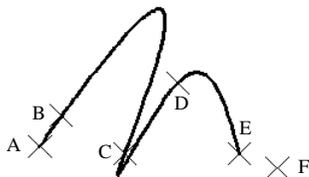

图 4.3.6 指定起点切向
(1) 指定起点。选取 A 点作为样条曲线的起点。
(2) 在输入下一个点或 [起点切向(T)/公差(L)] 的提示下输入字母 T，按 Enter 键。
(3) 指定样条曲线的起点切向和拟合点。依次选取样条曲线的 B、C、D、E 四个位置点，此时样条曲线如图 4.3.6 所示。